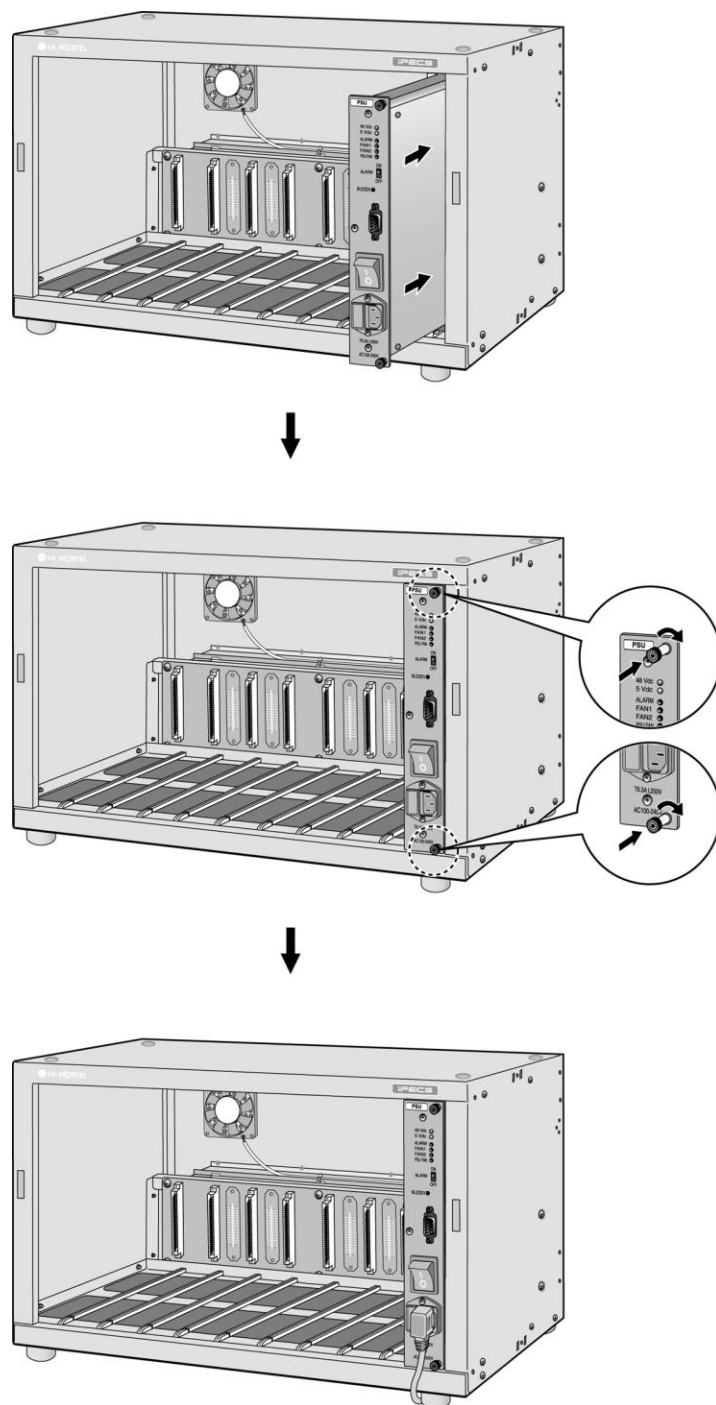

Рис. 4.4-1 Установка основного источника питания PSU
Установка основного источника питания выполняется в соответствии с приведенной ниже процедурой, см. Рис. 4.4-1.
- Установите основной источник питания, как это было описано ранее, см. Рис. 4.4-1.